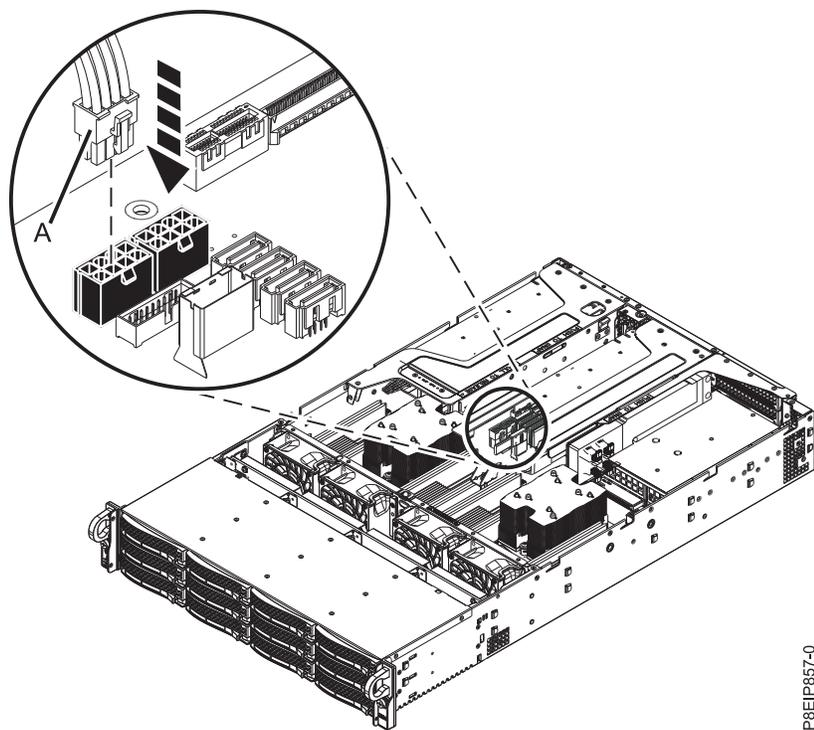

図 64. GPU 電源ケーブルのプラグの差し込み
- i. 位置 5 に GPU が格納されている場合、GPU 電源ケーブル (A) のプラグをシステム・バックプレーンに差し込みます (図 64 を参照)。